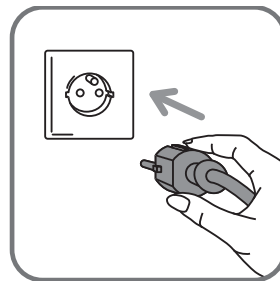

fig.6
- Vous pouvez maintenant brancher votre fer **fig. 6**.